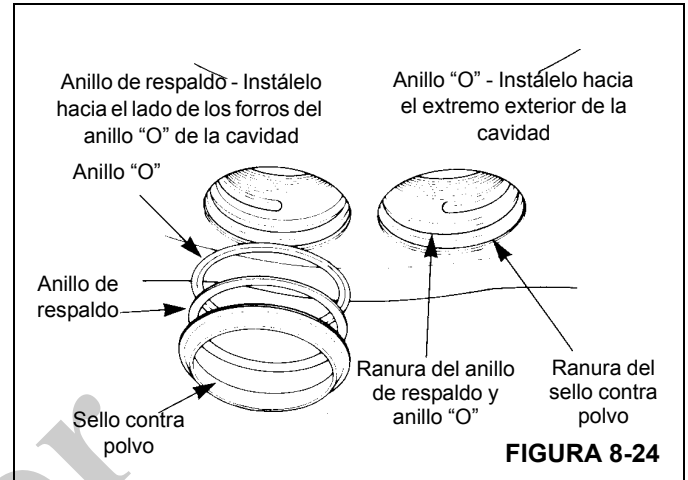

FIGURA 8-24
2. Instale un anillo "O" nuevo y un anillo de respaldo nuevo en la ranura que está en la parte central de la cavidad. El anillo "O" se instala hacia el extremo exterior de la cavidad. El anillo de respaldo se instala hacia el extremo de los forros de la cavidad. Consulte la (Figura 8-24).
3. Instale un sello contra polvo nuevo en la acanaladura superior de la cavidad. Consulte (Figura 8-24).